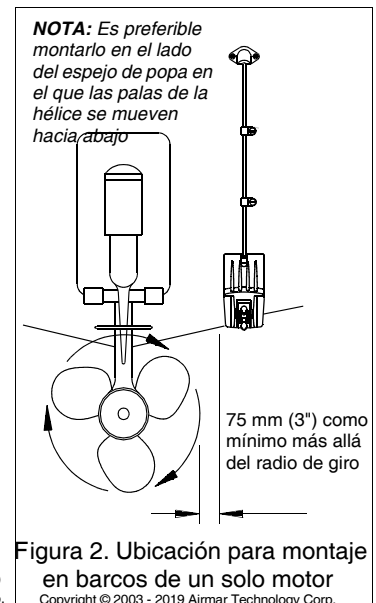

Figura 2. Ubicación para montaje en barcos de un solo motor
- Es preferible montarlo en el lado del espejo de popa en el que las palas de la hélice se mueven hacia abajo (Figura 2).